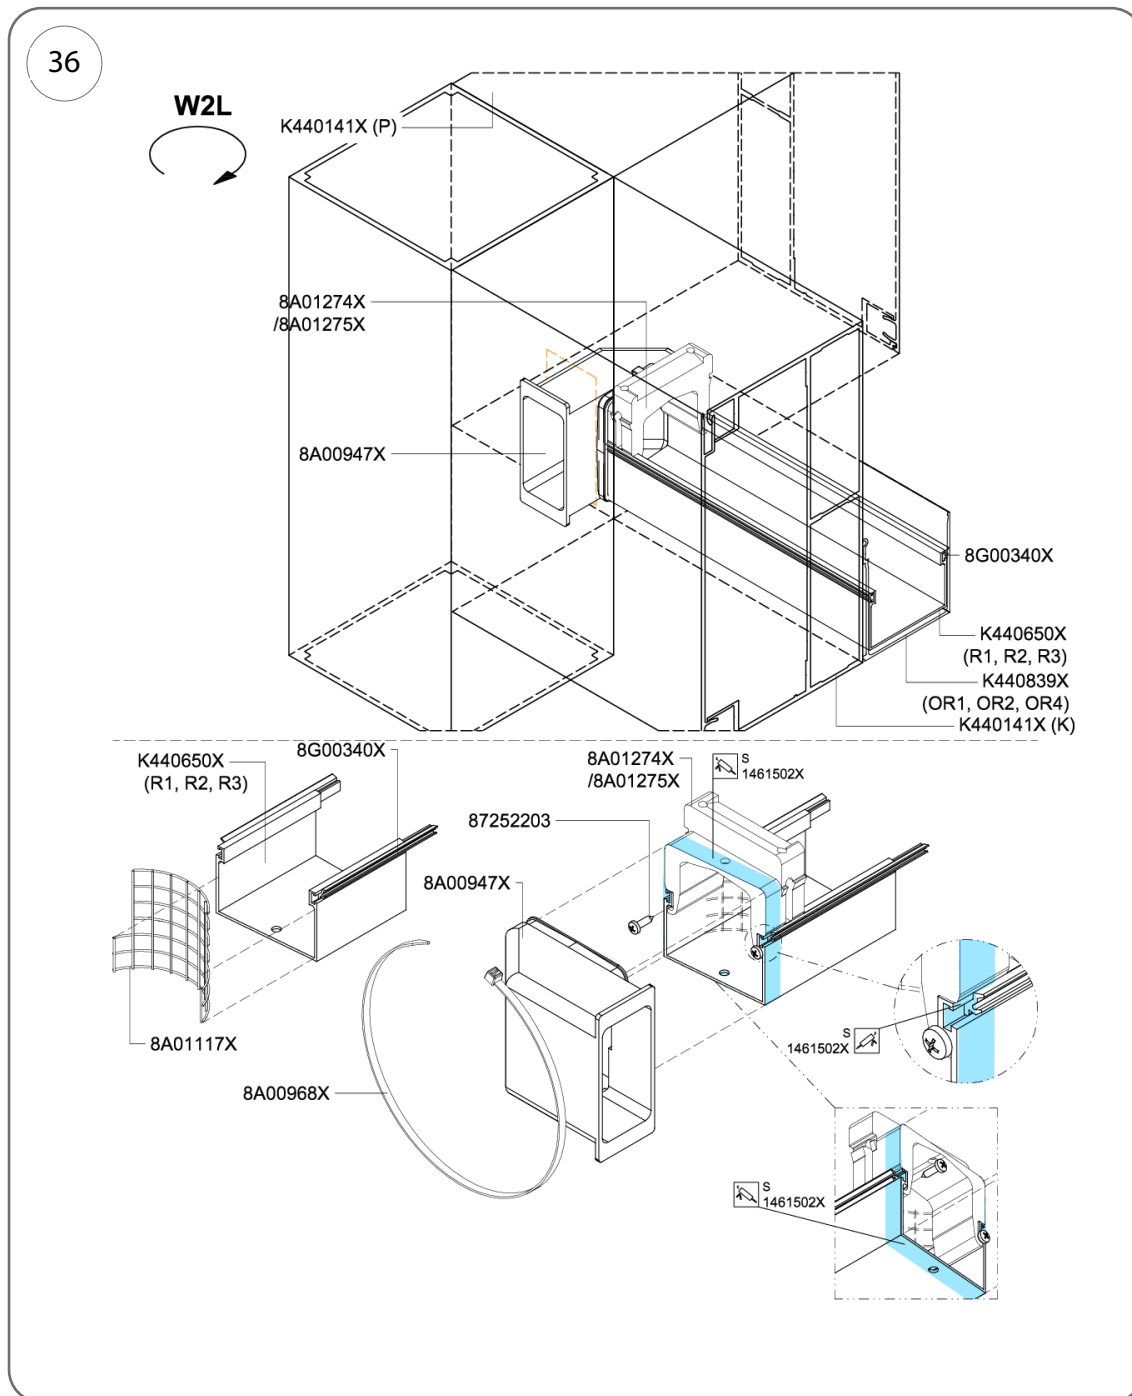

Fig. 36
2. Fixați elementele zăvorului pentru a preveni deplasarea acestora prin înșurubarea a 2 șuruburi, o3,5 x 13 mm (nr. cat. 87252203) – Fig. 36.
3. Aplicați un strat de adeziv și etanșant, nr. cat. 1461502X, pe întregul perimetru al jgheabului și al elementului de fixare prin clip, așa cum se arată în Fig. 36.
2. Fixați elementul de blocare nr. 8A01274X (stânga) sau 8A01275X (dreapta) pentru a-l împiedica să se miște, înșurubând 2 șuruburi de 3,5 x 13 mm (nr. cat. 87252203) – de ex. Fig. 36.
3. Aplicați un strat de compus adeziv și de etanșare (nr. cat. 1461502X) pe întreg perimetrul jgheabului și al elementului de fixare prin fixare rapidă, așa cum se arată în Fig. 36.